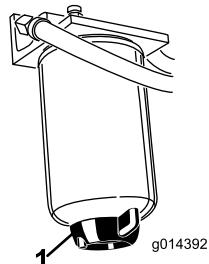

図35
水セパレータ図35の水抜きは毎日おこなって異物を除去してください。
2. フィルタ容器図35下部のドレンプラグをゆるめて水や異物を流し出す。